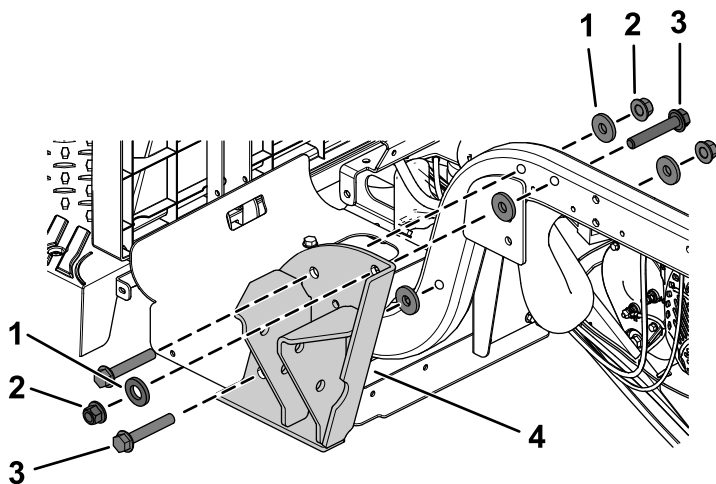

Figura 25
1. Instale um suporte do ROPS utilizando 3 parafusos com cabeça flangeada ($\frac{1}{2}$ x 3 pol.), 5 anilhas de cabeça chata e 3 porcas de bloqueio ($\frac{1}{2}$ pol.), como se mostra na Figura 25.
Nota: Certifique-se de que instala as 2 anilhas de cabeça chata ($\frac{1}{2}$ pol.) no exterior como se mostra na Figura 25.